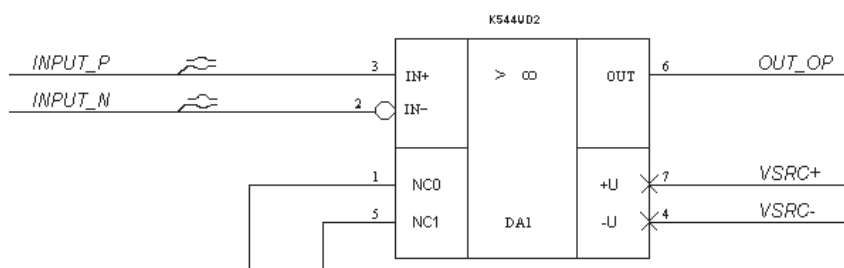

Рис. 6.32. Назначение дифференциальной пары в схемном документе
2. Выполнить команду **Place | Directives | Differential Pair** и поместить метку дифференциальной пары на каждую из цепей пары (рис. 6.32).